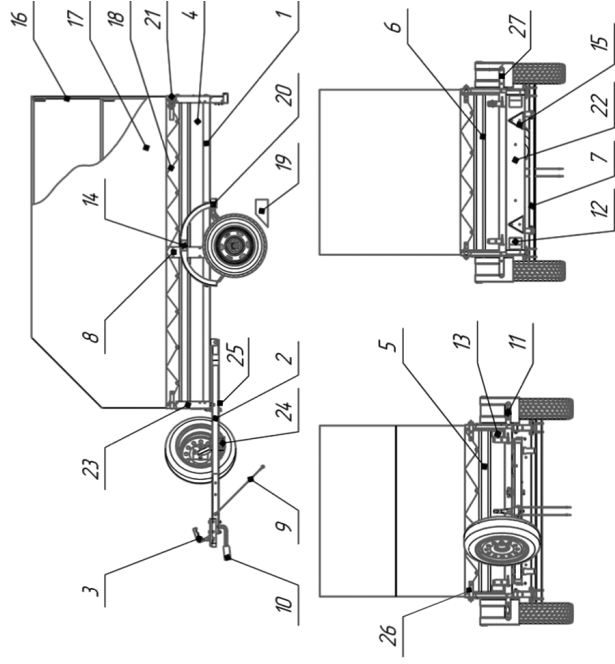

Рис. 1. Общий вид прицепа.
4.1. Общий вид прицепа и его составные части показаны на (рис.1).